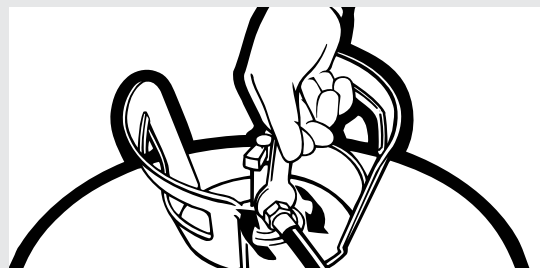

Figura 2.
2. Aplique una capa de vaselina en la superficie interna del Dispensador Insta-Flo™. Esto facilita mucho más la limpieza de la superficie y extiende la vida útil del Dispensador Insta-Flo™. (Vea la figura 2).